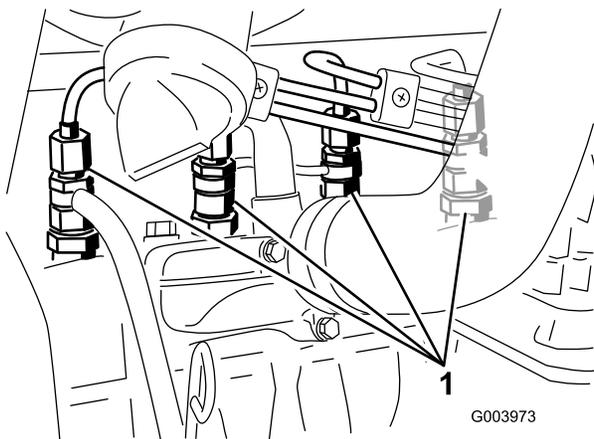

Figura 65
1. Liberte a tubagem que se encontra ligada ao injetor nº 1 e à estrutura de suporte da bomba de injeção (Figura 65).